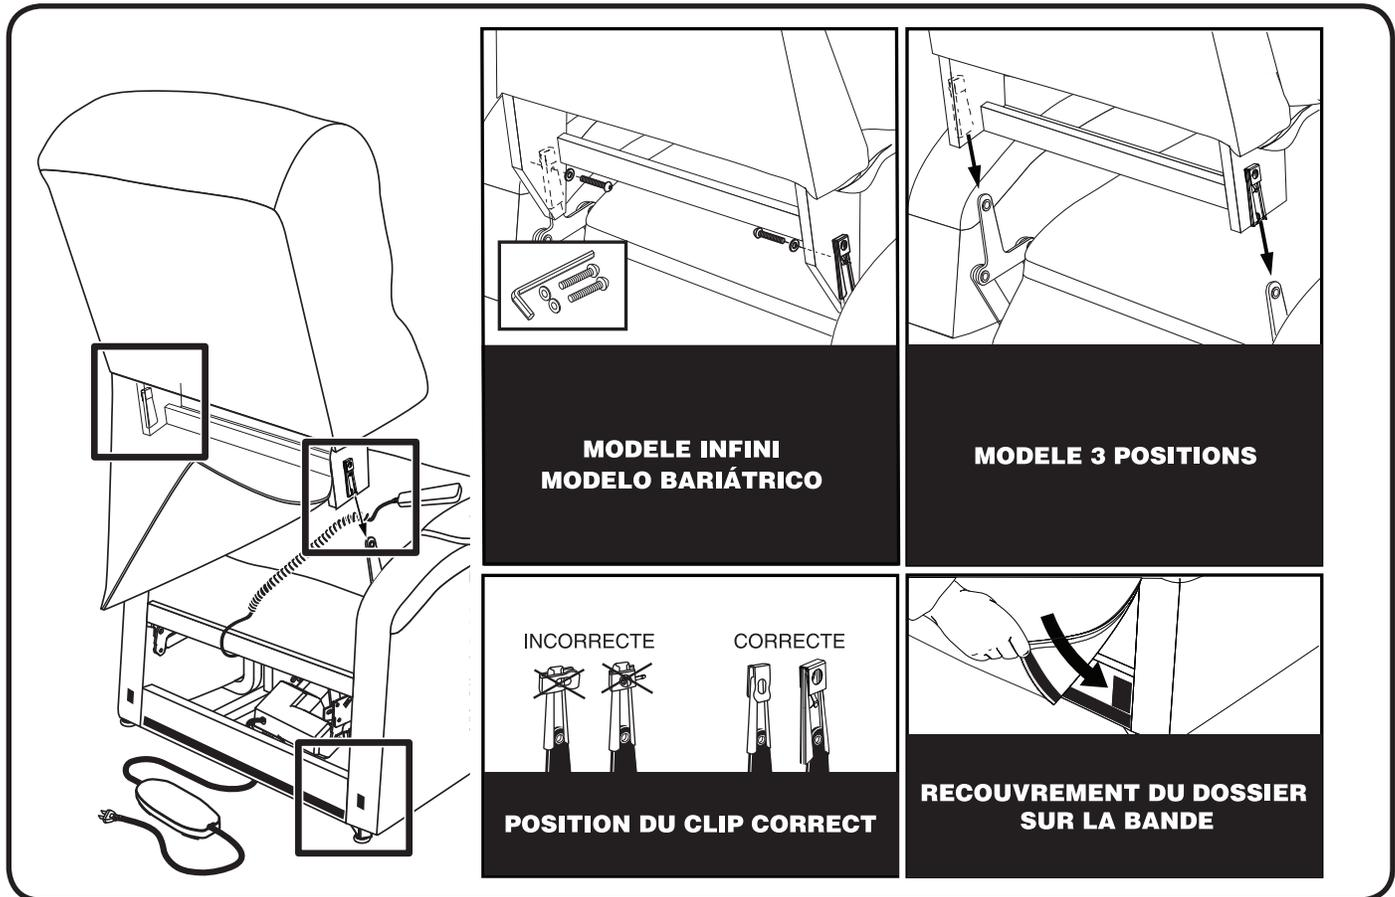

Figure 4.1 Assemblage du fauteuil
**NOTE: Si votre fauteuil est le modèle Infini, reportez-vous aux instructions de montage fournies avec le fauteuil. Pour le modèle 2-position, les manches KD sont situées à l'intérieur comme le montre la figure 4.1.**